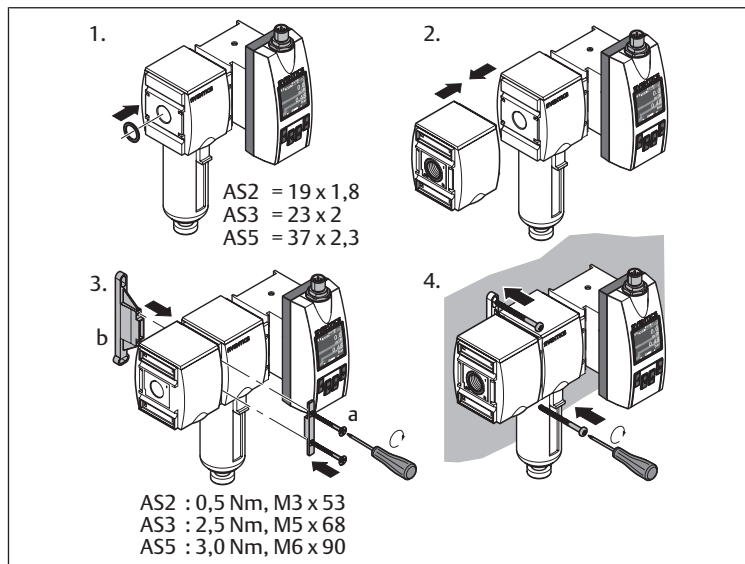

Bild 5: Montering med fästbygel | W03
- Montering med fästbygel: se → Bild 5.